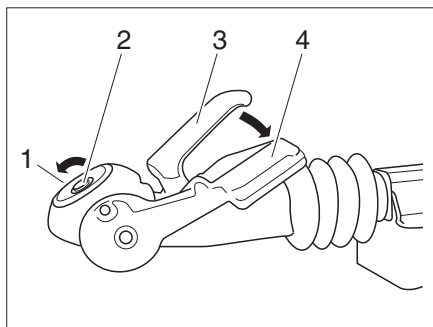

Fig. 1 Acoplamiento de seguridad AKS 1300
- Tirar de la palanca de acoplamiento (Fig. 1,3) hacia arriba.
- Empujar la palanca de acoplamiento (Fig. 1,3) hacia abajo con la mano (no con el pie).
- Girar el tornillo de regulación (Fig. 1,1) a la derecha, hasta que engatille correctamente.
- Ejecutar un control visual: El cilindro verde del indicador de seguridad (Fig. 1,2) debe ser visible
- Activar el dispositivo de estabilización. Empujar para ello la palanca de estabilización (Fig. 1,4) hacia abajo hasta el tope.